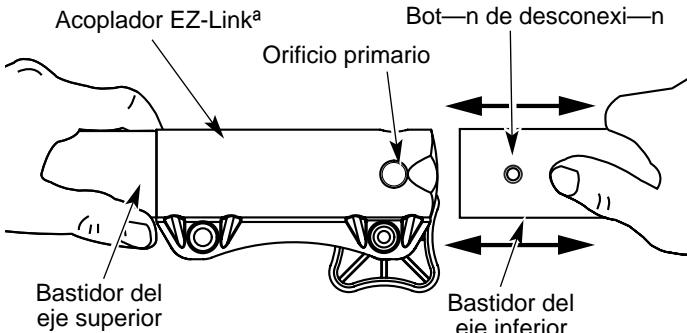

Fig. 7
2. Mientras sostiene el accesorio con firmeza, empújelo en lnea recta en el acoplador EZ-Link^a (Fig. 7).